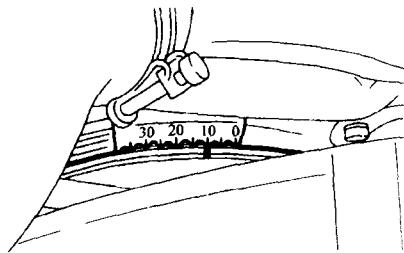

图 1-13 3.0L (VG30DETT 及 VG30DE) 发动机正时标记位置
1) 找出曲轴带轮及发动机前部的正时标记, 其位置如图 1-13 所示: